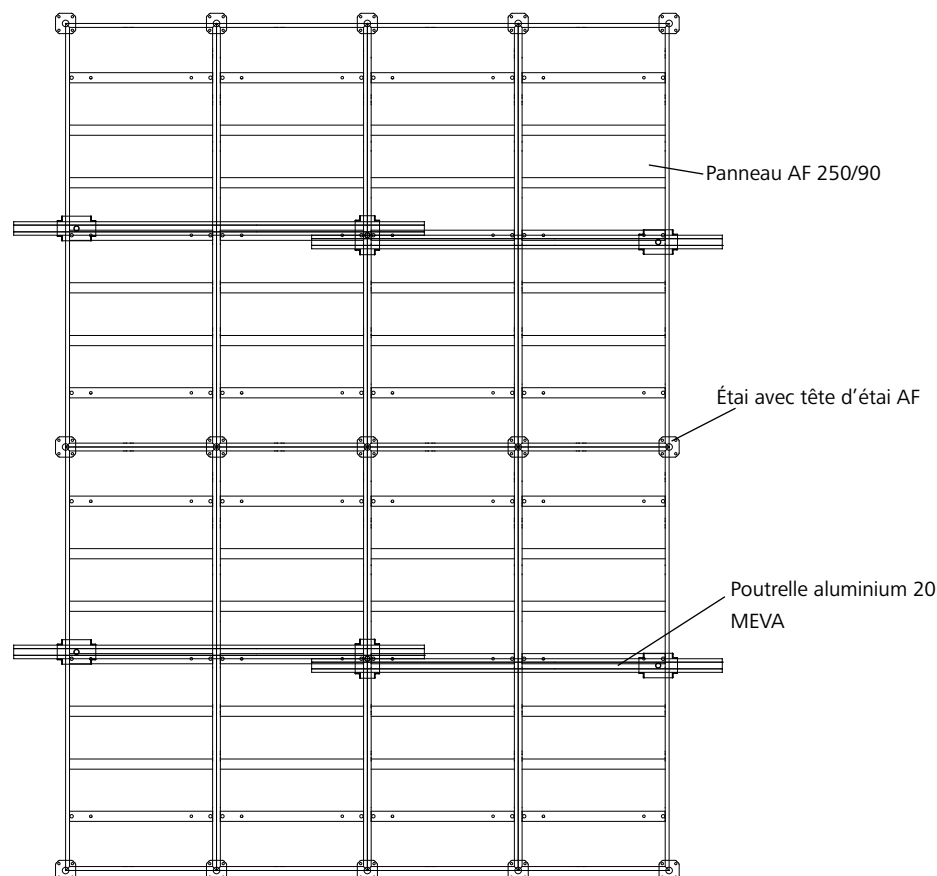

Fig. 12.2 Poutrelle aluminium 20 MEVA utilisée comme poutre à une seule travée
**Charges admissibles avec panneaux AluFix de 250/90 et appui central sur poutrelle aluminium 20 MEVA utilisée comme poutre à une seule travée (Fig. 12.2)**